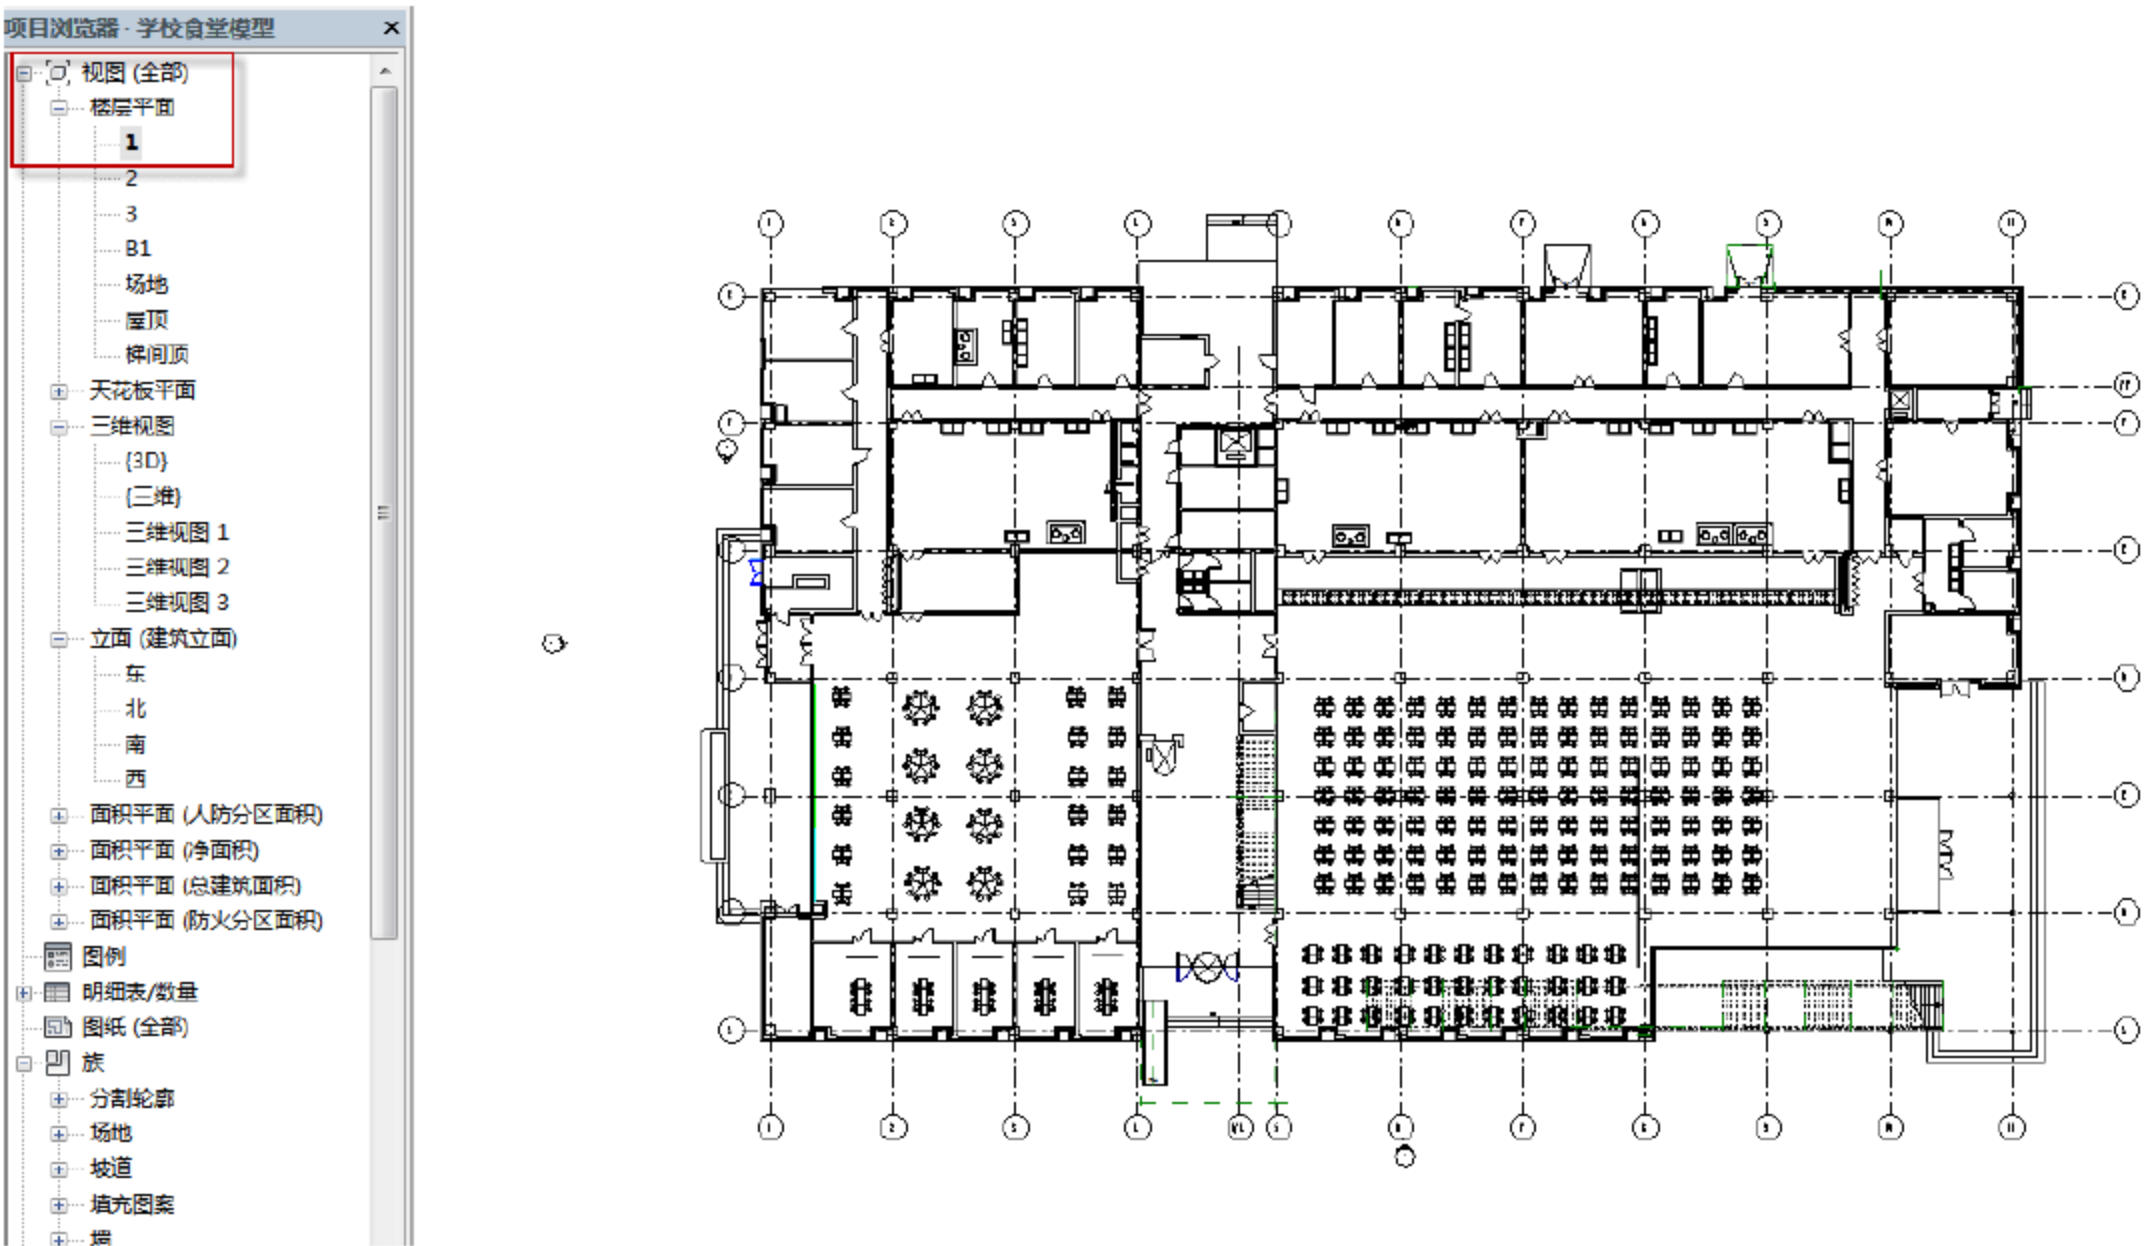

图 13.2.7 进入一层平面
(1) 进入首层平面。进入“项目浏览器”面板，选择“视图（全部）”→“楼层平面”→“1”选项，即进入一层平面视图，如图 13.2.7 所示。